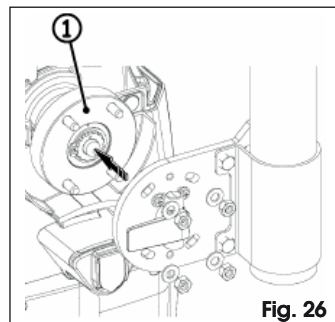

Fig. 26
6. Positionner le tout sur le disque d'entraînement, Fig. 26 réf. ①, en respectant, dans le cas de la fermeture gauche, l'orientation illustrée dans la figure.